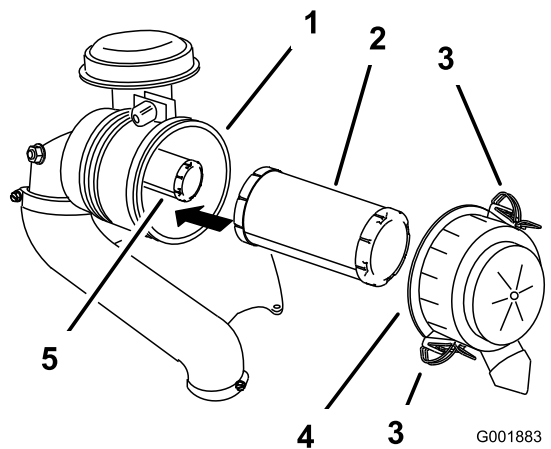

Figure 26
3. Ouvrez les dispositifs de verrouillage du filtre à air et enlevez le couvercle du corps du filtre (Figure 26).
5. Sortez l'élément principal du corps du filtre avec précaution (Figure 26).
2. Si vous remplacez l'élément de sécurité, insérez-le avec précaution dans le corps du filtre (Figure 26).
3. Placez ensuite l'élément principal sur l'élément de sécurité avec le même soin (Figure 26).
4. Reposez le couvercle du filtre à air, le côté portant l'inscription **UP** en haut, et fermez les dispositifs de verrouillage (Figure 26).